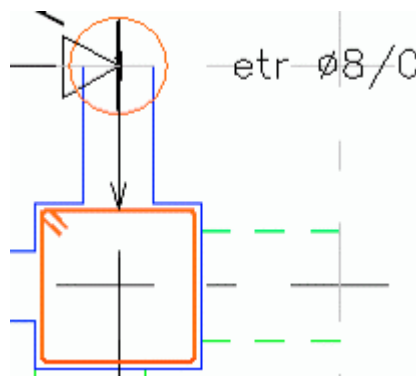

Figura 350: Poziționarea simbolului
- Poziționați simbolul ca în Figura 350.